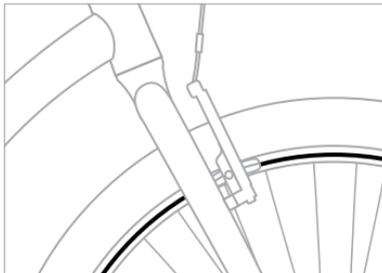

図 2.1 アルミリムの磨耗インジケーター
- リムの円周上に刻まれた浅い溝 (図 2.1)。この溝が見えない箇所がある場合は、リムを交換してください。